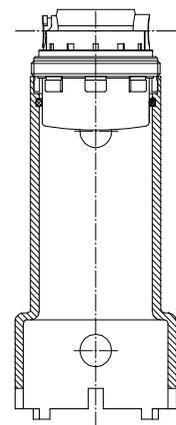

Abb. 4
- 1.10. Die Messkapsel mit den Klauen in den Montageschlüssel stecken (Abb. 4).